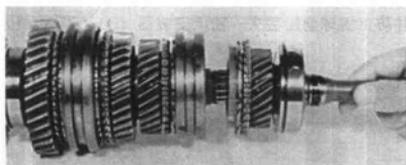

图 10-71
(12) 安装同步器齿圈、滚针轴承和输入轴（图 10-71）。